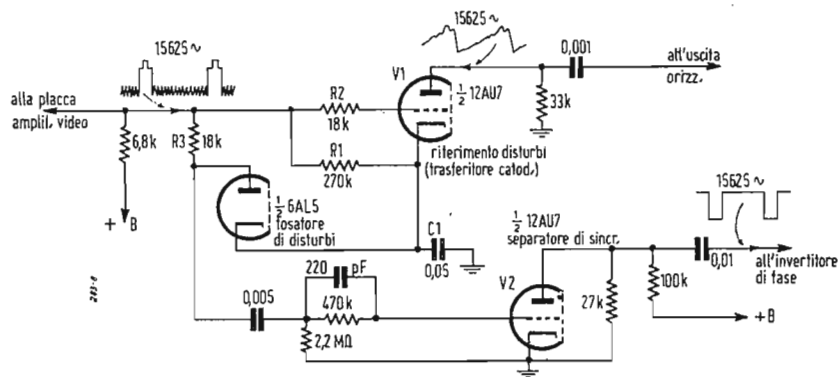

Fig. 7. - Ricevitori Stromberg-Carlson con circuito di sincronizzazione provvisto di limitatore di disturbi «a chiave».
**LIMITATORE DISTURBI A CHIAVE (v. fig. 7)**
Per ridurre fortemente l'effetto degli impulsi di disturbo sui generatori di sincronismo la Stromberg-Carlson usa un limitatore di disturbi «a chiave» nei suoi ricevitori più recenti. Il segnale video composto è applicato alla griglia di  $V_1$  (v. fig. 7), per modo che gli impulsi sincronizzanti positivi arrivano nello stesso istante in cui arrivano alla placca gli impulsi positivi dal circuito di uscita orizzontale. Entrambi gli impulsi di placca e griglia concorrono a portare in conduzione il tubo  $V_1$ . Il condensatore  $C_1$  si carica rapidamente al valore di punta degli impulsi di sincronismo attraverso la resistenza di uscita ( $1/g_m$ ) del tubo  $V_1$  di riferimento dei disturbi montato a trasferritore catodico. In